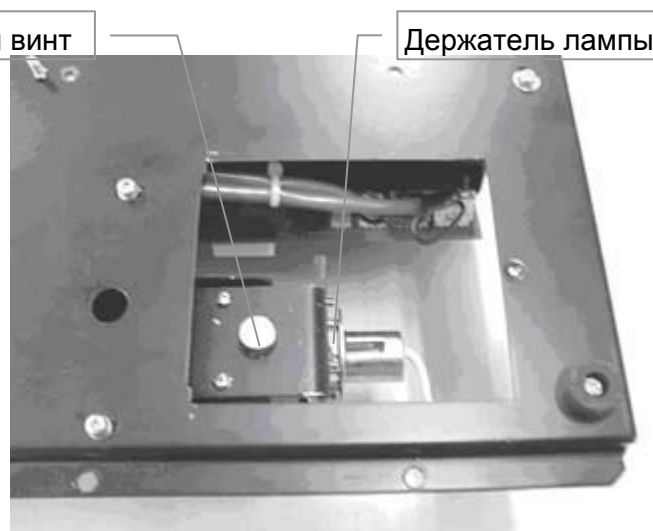

Рис. 11
2. Удалите фигурный винт, который фиксирует держатель лампы (Рис. 11).